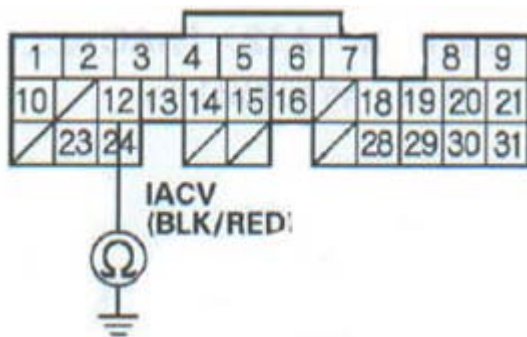
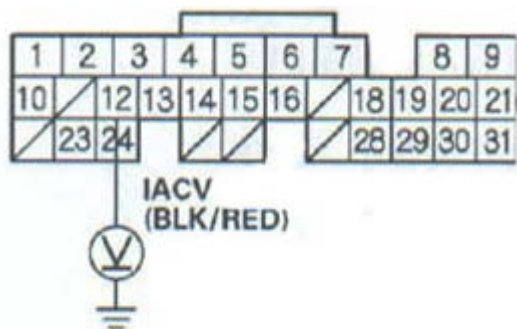

图 1
图 2
8) 检查 PCM 插头的 A12 端子与车身搭铁是否导通 (见图 1):
10) 检查 PCM 插头的 A12 端子与车身搭铁是否导通 (见图 1):
- 11) 重新连接 IAC 阀的 3P 插头，将点火开关置于 ON(II) 处。
- 12) 检查 PCM 插头的 A12 端子与车身搭铁之间电压是否为蓄电池电压（见图 2）：